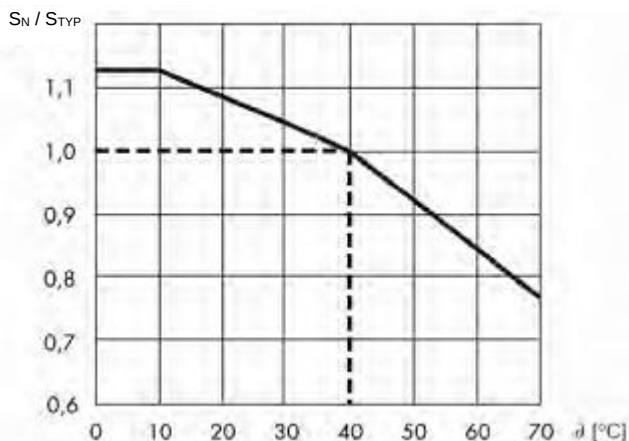
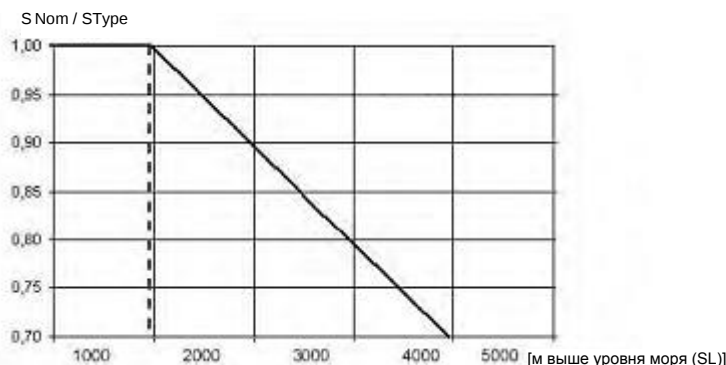

РИСУНОК 12. ЗАВИСИМОСТЬ ВЫХОДНОЙ МОЩНОСТИ ОТ ТЕМПЕРАТУРЫ ОХЛАЖДАЮЩЕЙ ЖИДКОСТИ (S_{TYP} ДЛЯ КТ = 40 °C)
РИСУНОК 13. ЗАВИСИМОСТЬ ВЫХОДНОЙ МОЩНОСТИ ОТ ВЫСОТЫ УСТАНОВКИ НАД УРОВНЕМ МОРЯ
- Рисунок 12 на странице 53 и рисунок 13 на странице 54 применяется к SType: KT=40 °C, высота установки ≤ 1000 м, IP23, IC01)